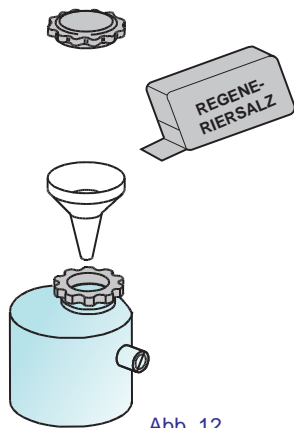

Abb. 12
- Mit leerem Tank, kontrollieren Sie und, wenn nötig, ergänzen Sie den Salzbehälter und achten Sie darauf, dass es nicht im Becken verstreut wird. Eine starke Salzkonzentration kann den ordnungsgemäßen Betrieb und die Lebensdauer der Maschine beeinträchtigen. Füllen Sie den im Beckeninneren befindlichen Behälter (siehe Abb. 12) mit grosskörnigem Regeneriersalz (Körnern von 1 – 2 mm – die maximale Kapazität des Regeneriersalzbehälters ist 500gr).